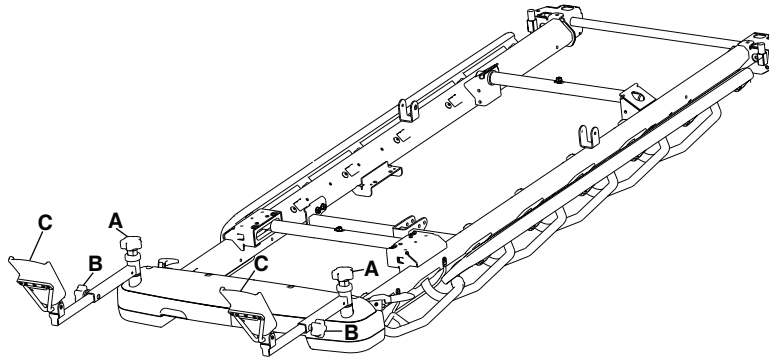

Figure 21 – Positionnement des appui-pieds
1. Desserrer le bouton de genou (A) en haut des appui-pieds pour ajuster l'angle d'un côté à l'autre des appui-pieds (Figure 21).
2. Serrer le bouton de jambe (A) pour verrouiller les appui-pieds dans la position voulue.